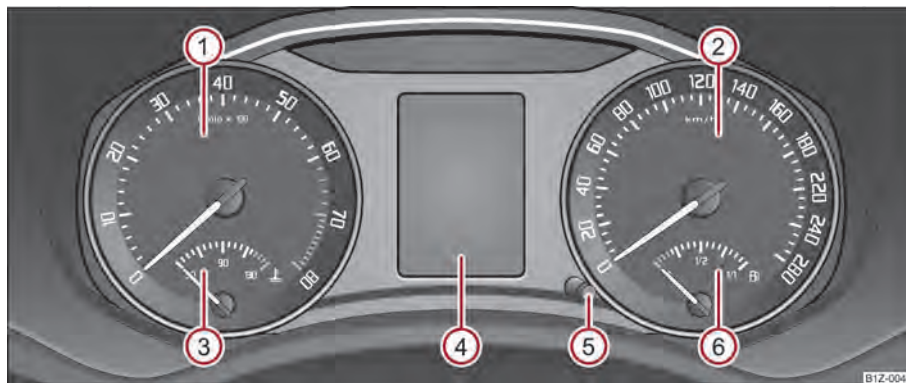

Fig. 2 Cuadro de instrumentos
El sector rojo de la escala del cuentarrevoluciones ① ⇒ fig. 2 marca el sector, en el que la unidad de control del motor comienza a limitar el régimen del motor. La unidad de control del motor limita el régimen del motor a un valor límite seguro.
El indicador de la temperatura del líquido refrigerante ③ ⇒ fig. 2 funciona sólo con el encendido conectado.
El indicador del nivel de combustible ⑥ ⇒ fig. 2 funciona sólo con el encendido conectado.
Si Vd. mantiene pulsado el botón de reposición ⑤ ⇒ fig. 2 durante aprox. 1 segundo, el contador parcial se reposicionará a cero.
En todo momento se puede visualizar por medio de la tecla  el recorrido restante y los días que quedan todavía hasta la próxima fecha para el servicio $\Rightarrow$ fig. 2.
Los indicadores de intervalos de mantenimiento también se pueden reposicionar mediante el botón  $\Rightarrow$ fig. 2.
El reloj se pone mediante el botón  $\Rightarrow$ fig. 2.